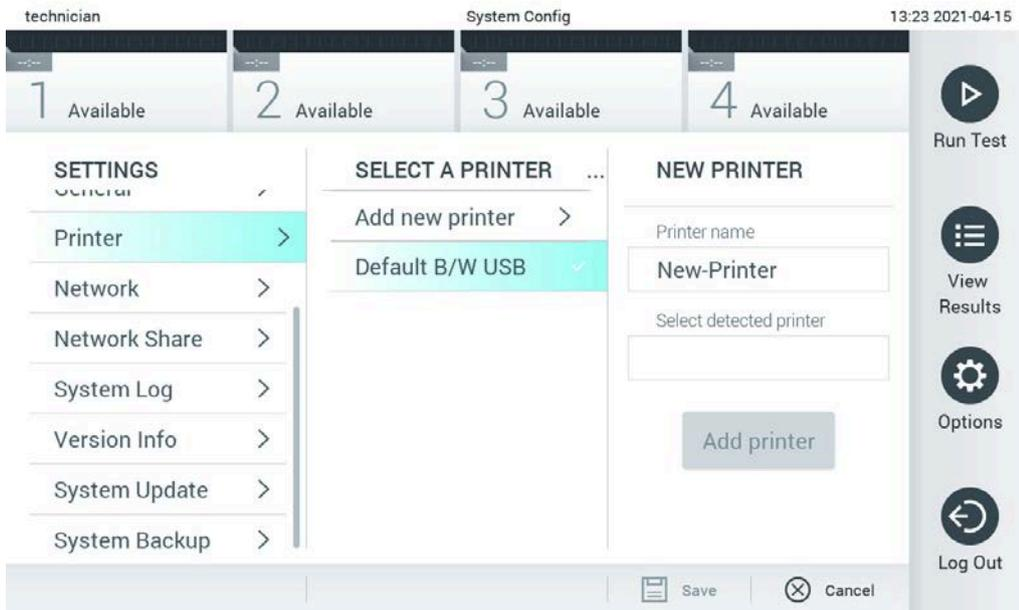

Figura 100. Installazione della stampante con installazione del driver
5. Fare clic su **Add Printer** (Aggiungi stampante) (Figura 100).